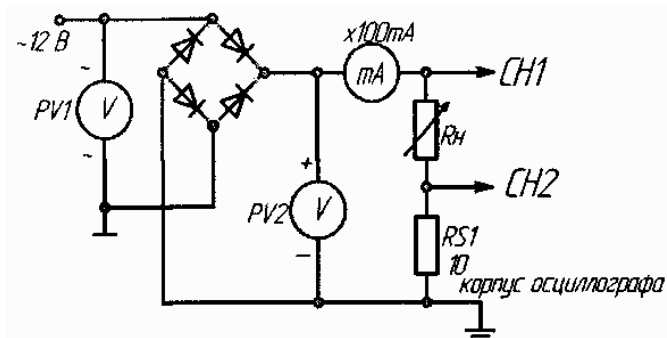

Рис. 1
1) Собрать схему выпрямителя по рис. 1. Установить заданное значение сопротивления нагрузки R_n . Вольтметр PV1 включить в режиме измерения **переменного** напряжения, а PV2 в режиме измерения **постоянного** напряжения. Включить миллиамперметр постоянного тока на 100 мА. Подключить входы осциллографа. Переключатель развертки осциллографа перевести на временную развертку. Установить синхронизацию от сети. На экране осциллографа наблюдать осциллограммы выпрямленного тока и выпрямленного напряжения;